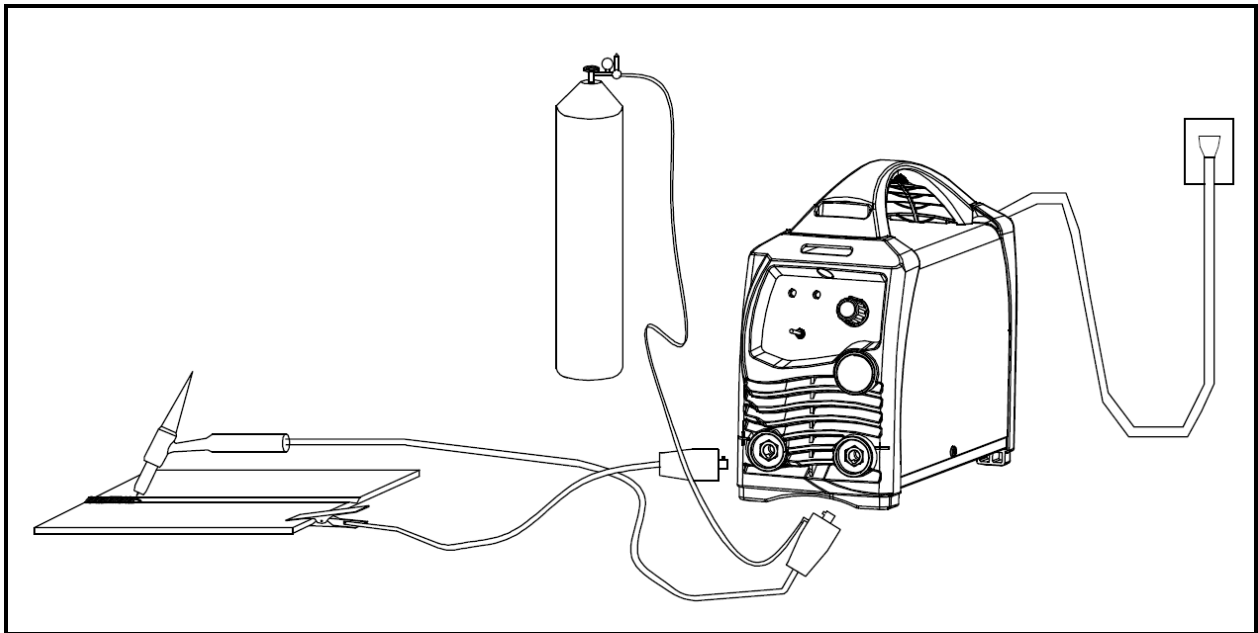

Fig. 7 Diagramma Schematico della saldatura Lift Arc TIG.
- 3) Passare dalla MMA/TIG alla MMA. La saldatura può essere completata con la corrente d'uscita nella regolazione nominale. Passare da MMA/TIG a TIG, accendere l'arco e saldare in modalità lift arc, l'arco può essere acceso con la corrente d'avvio lift arc nella regolazione nominale, e la saldatura può essere portata avanti con la corrente di saldatura nella regolazione nominale. (Vedi sopra Fig.7)